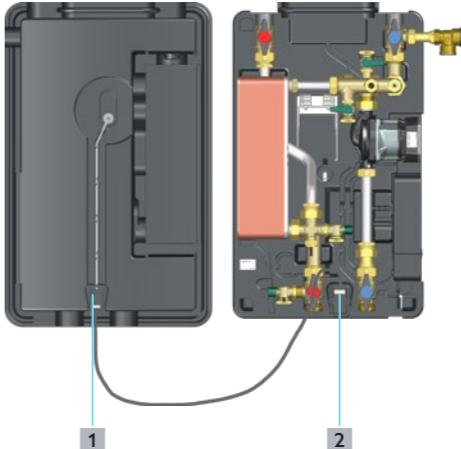

Fig. 1: Construction
- 2 Fixer la connexion pour la coquille inférieure et la connexion pour la coquille supérieure (voir Fig. 1)